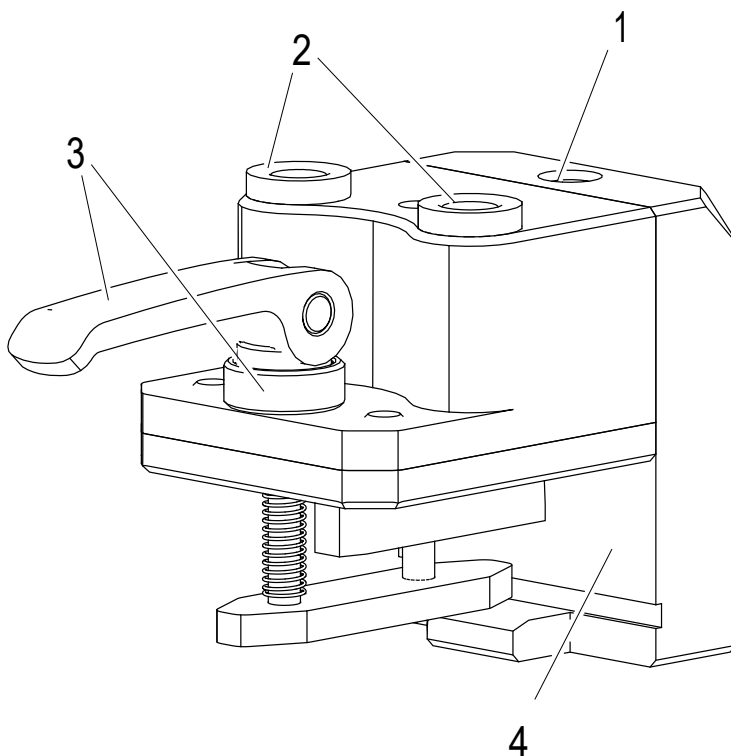
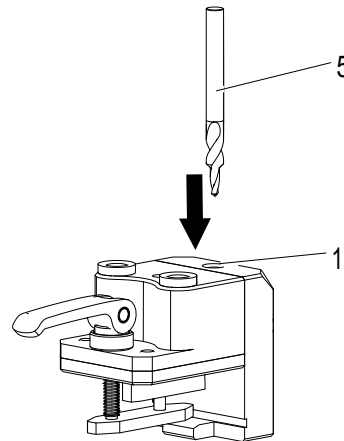

Abb. 100: Übersicht Bohrlehre 0515
Abb. 101: Stufenbohrer M3 90°
- Die Bohrlehre (2) in der Datenschiene (1) ausrichten (siehe Abb. 100 und Abb. 101)